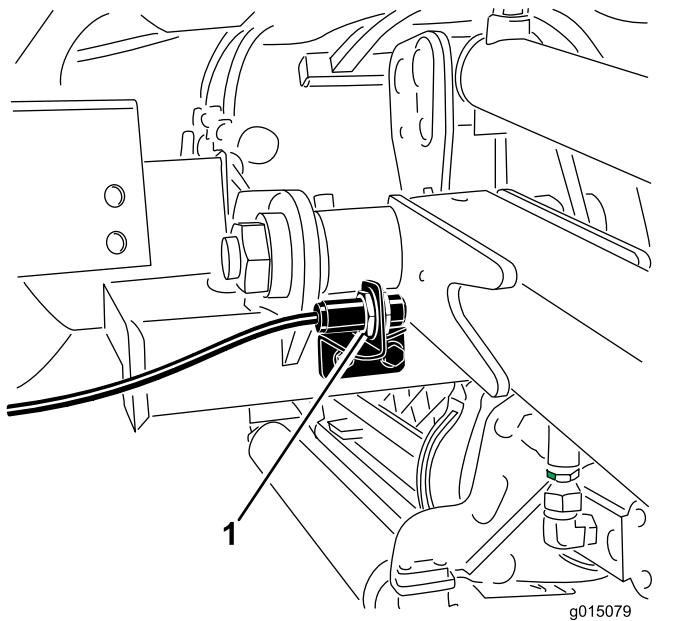

Figura 39
3. Afloje los tornillos de montaje del interruptor (Figura 39) y desplace el interruptor hacia arriba para aumentar la altura de giro del brazo de elevación, o hacia abajo para reducir la altura de giro del brazo de elevación. Apriete los tornillos de montaje.
2. El interruptor del brazo de elevación está situado detrás del brazo de elevación delantero derecho (Figura 39).